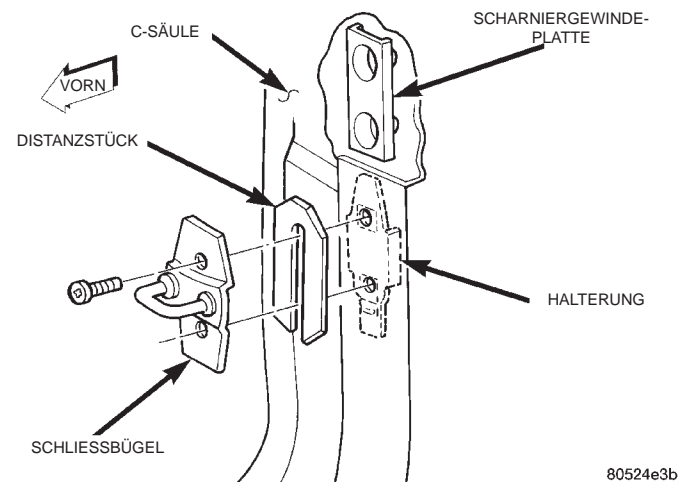

Abb. 32 Schließbügel der Hintertür
- (1) Tür öffnen.
- (2) Befestigungsschrauben lösen, mit denen der Schließbügel an der C-Säule befestigt ist (Abb. 32).
- (3) Schließbügel und Unterlegscheibe aus dem Fahrzeug nehmen.